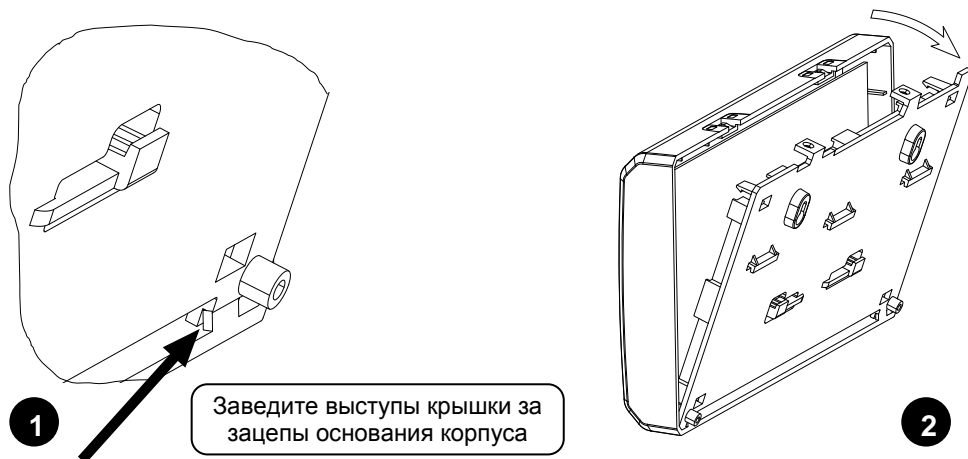

Рисунок 19. Установка крышки блока «Сигнал-20П»
4.6 Закройте крышку блока «Сигнал-20П» в порядке, указанном на рис. 19.